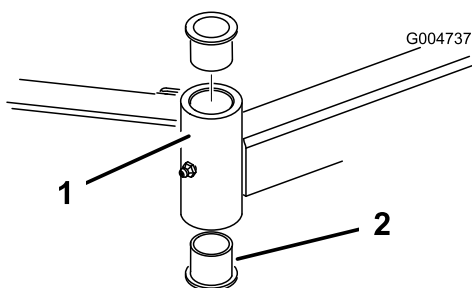

Figura 24
4. Introduza um punção para cavilhas na zona superior ou inferior do tubo de montagem e retire o casquilho para fora do tubo (Figura 24). Retire igualmente o outro casquilho do tubo. Limpe o interior dos tubos para remover a sujidade.